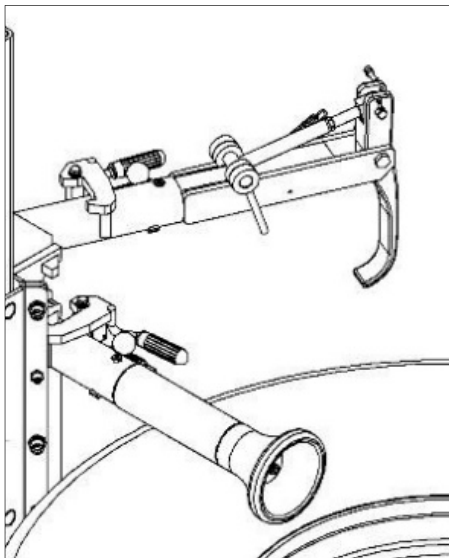

Рис. 2
Используйте прижимной ролик для отрыва борта шины, рис. 2
2. С помощью **джойстика В** переместите прижимной ролик на верхнюю сторону колеса в положение рядом с бортом шины, рис. 2